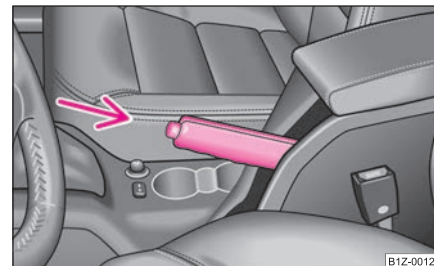

Fig. 134 Consola central: Freno de mano
- Tire de la palanca del freno de mano un poco hacia arriba **y pulse al mismo tiempo** el botón de bloqueo ⇒ fig. 134.